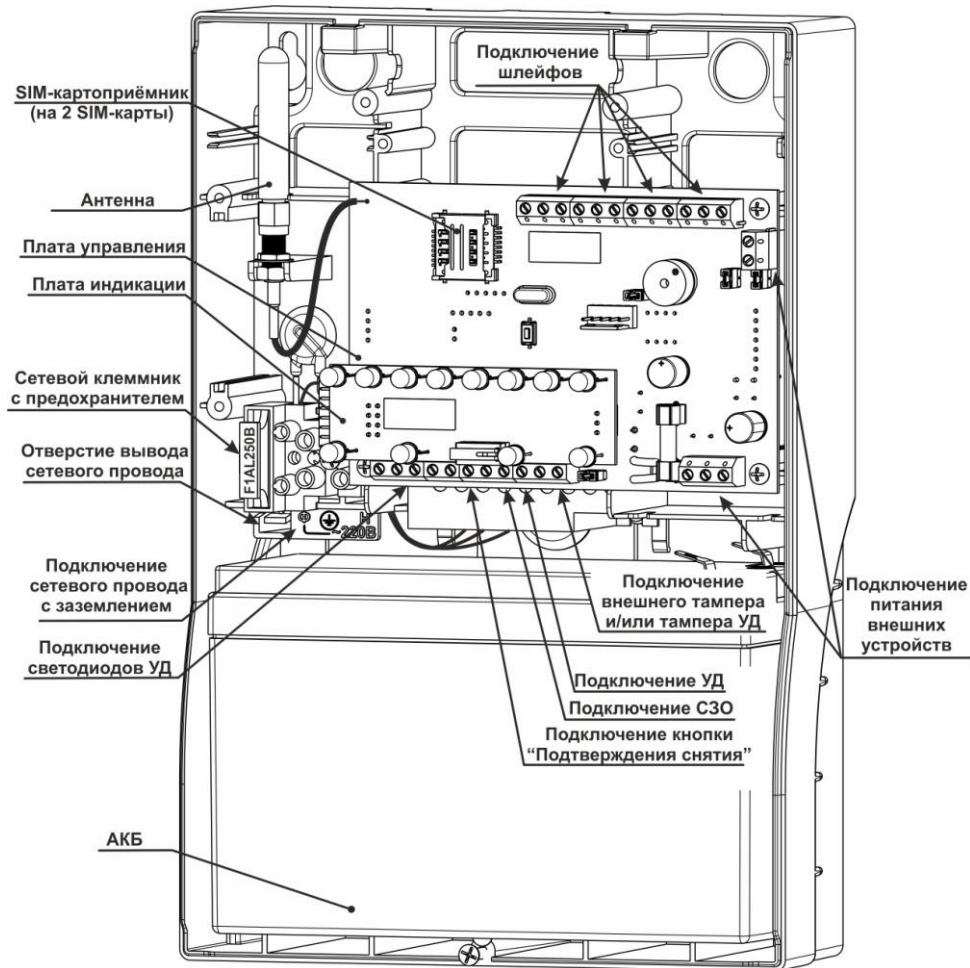

Рисунок 5 - Вид прибора со снятой крышкой
Шнур для подключения прибора к сети 220 В поставляется и подключается к прибору организацией, осуществляющей установку прибора на объекте. **ДЛЯ ПОДКЛЮЧЕНИЯ ПРИБОРА К СЕТИ 220 В ДОЛЖЕН ИСПОЛЬЗОВАТЬСЯ ТРЁХЖИЛЬНЫЙ ГИБКИЙ ШНУР, СООТВЕТСТВУЮЩИЙ ГОСТ 7399-80 С ПРОВОДАМИ, ИМЕЮЩИМИ ДВОЙНУЮ ИЗОЛЯЦИЮ. НОМИНАЛЬНОЕ СЕЧЕНИЕ ЖИЛЫ ПРОВОДА 0,75 ММ².** Шнур питания от сети 220 В подключается к сетевой колодке, расположенной слева от платы управления. ПРОВОД ЗАЗЕМЛЕНИЯ ПОДКЛЮЧАЕТСЯ К СРЕДНЕМУ КОНТАКТУ СЕТЕВОЙ КОЛОДКИ. Сетевой шнур необходимо завести через специальное отверстие с элементом фиксации (прижимом) – см. Рисунок 5.
- Подключить сетевой шнур с проводом заземления к сетевому клеммнику соблюдая правильность подключения проводов (фазовый провод – «Ф»; заземление – контакт, обозначенный специальным знаком; нулевой провод – «Н») – Рисунок 5.
- Установить SIM-карту (-ы) в SIM-картоприёмник на плате управления (см. – Рисунок 1 и Рисунок 5).